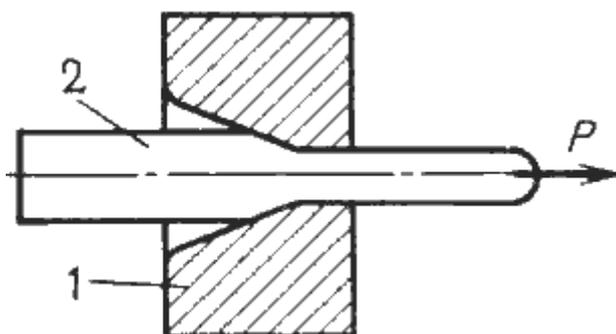

Рис. 3.12. Схема волочения: 1 – волока; 2 – протягиваемое изделие
**Волочение** – процесс протягивания заготовок через сужающееся отверстие (*фильеру*) в инструменте, называемом *волокой*. При этом поперечное сечение заготовки уменьшается, а ее длина увеличивается. Конфигурация отверстия определяет форму получаемого профиля. Схема волочения представлена на рис. 3.12.